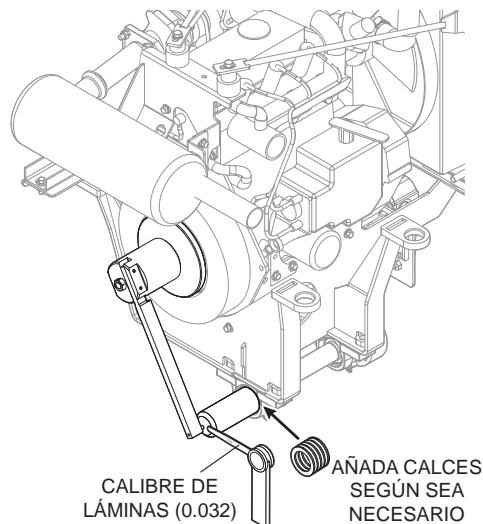
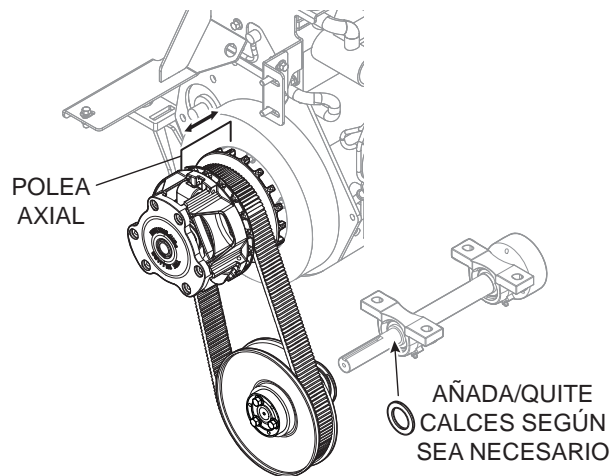

Figura 18. Colocación de calces
Figura 27. Movimiento de la polea axial
5. Reinstale el manguito del alineador en el eje transversal. Inserte un calibre de láminas de 0.032" (Figura 18) entre el pasador y el manguito del alineador.
3. Compruebe el movimiento de la polea axial (Vea la Figura 27) en el embrague de impulsión en un sentido empujando la cara de la polea superior **hacia el motor**. Debe observar un ligero movimiento de la polea en el sentido de empuje.
6. Si la polea axial **no se mueve hacia el motor**, quite un calce junto al cojinete del eje transversal. Si la polea axial **no se mueve desde el motor**, añada un calce junto al cojinete del eje transversal. Vea la Figura 27. RVuelva a poner calces según sea necesario hasta que esté presente un movimiento axial en ambos sentidos. Consulte la Figura 17 y la Figura 18.